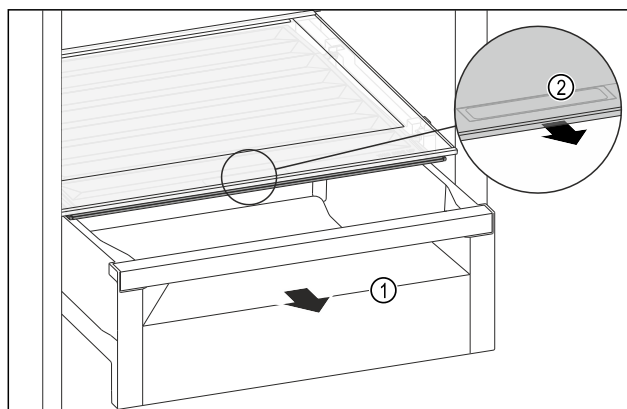

Fig. 103
- ▶ Vytiahnite zásuvku Fig. 103 (1).
- ▶ Uchopte priehľbinu na rukoväť Fig. 103 (2) na veko zásuvky a súčasne ťahajte veko zásuvky dopredu.